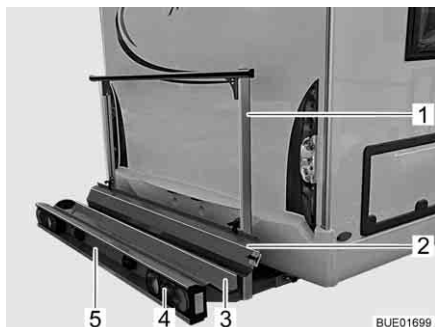
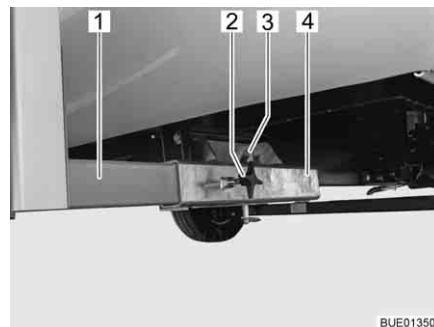

Bild 6 Lasthållare
Bild 7 Fäste på fordonet
Lasthållaren (Bild 6) är avsedd för en motorcykel eller en moped med en vikt på upp till 130 kg.
- Bärplatta (Bild 6,3) och hållbygel (Bild 6,1) med fäste på fordonet (Bild 7)
- Bakljus (Bild 6,4)
- Nummerplåtsbelysning (Bild 6,5)
- Uppkörningsskena (Bild 6,2)
Lasthållarens två längsgående balkar (Bild 7,1) fixeras med vingskruvar (Bild 7,2) i fyrkantfästena (Bild 7,4) i fordonsgolvet. Lasthållaren säkras med en sprint (Bild 7,3) med låsring.